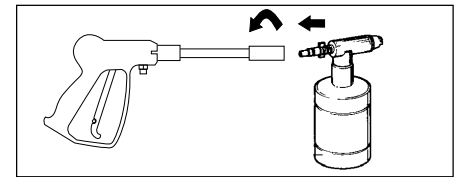

Figura 7
4. Conecte el aplicador de detergente a la pistola como se muestra en la figura 7.